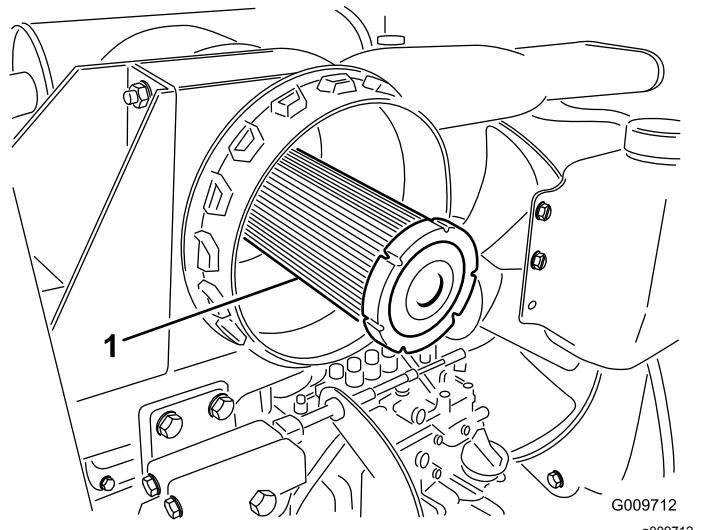

Figura 75
**Importante:** No intente nunca limpiar el filtro de seguridad (Figura 75). Sustituya el filtro de seguridad después de cada tres revisiones del filtro primario.